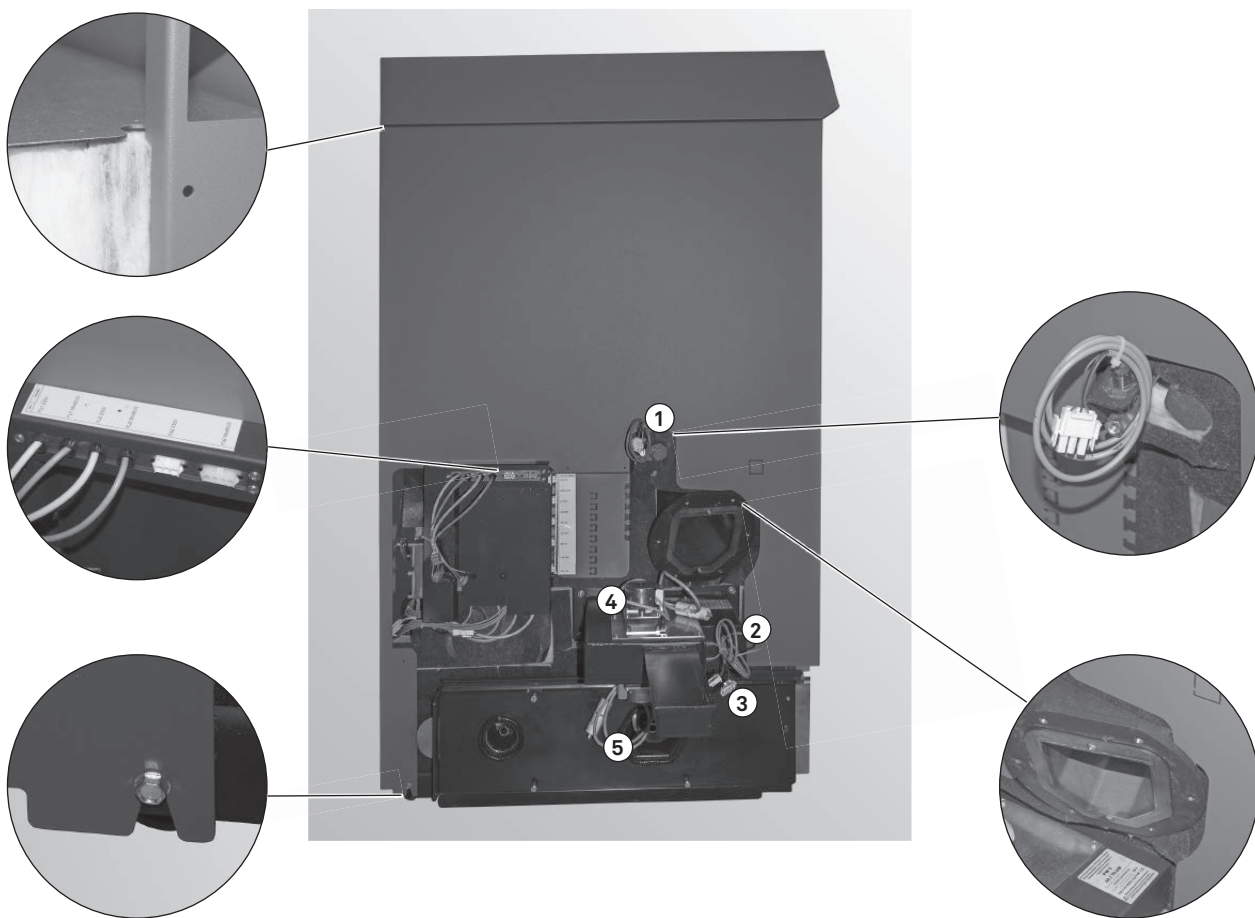

Fig. 31 Montare la parete laterale a sinistra (illustrazione PuroWIN PW 24-60)
- ▶ Agganciare la parete laterale sinistra alla vite in basso sul retro, facendo attenzione che il rivestimento si trovi dietro la consolle di collegamento, l'interruttore di prossimità Levelcontrol [3] e la flangia – Fig. 31.